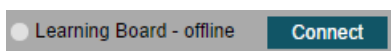

図 4-4. PPC3 接続ボタン
- 「**New**」(新規作成) をクリックして新しいファイルを作成し、左下の「**Connect**」(接続) ボタンをクリックして、図 4-4 に示すように、PPC3 を学習ボードに接続します。